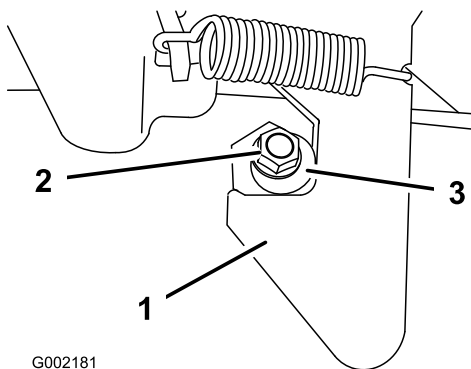

Figura 68
1. Allentate il dado di bloccaggio sull'estremità della colonnetta di ancoraggio (Figura 68).
2. Ruotate la colonnetta di ancoraggio in senso orario finché non si trova saldamente contro la sezione di aggancio del fermo (Figura 68).